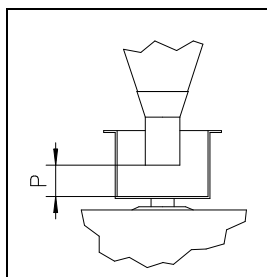

図 7
- * ホッパーの先端とシュートの間のギャップ間隔は保持具Rを使い、上下させて粉碎試料が流出しやすくなるよう調節します。図 7